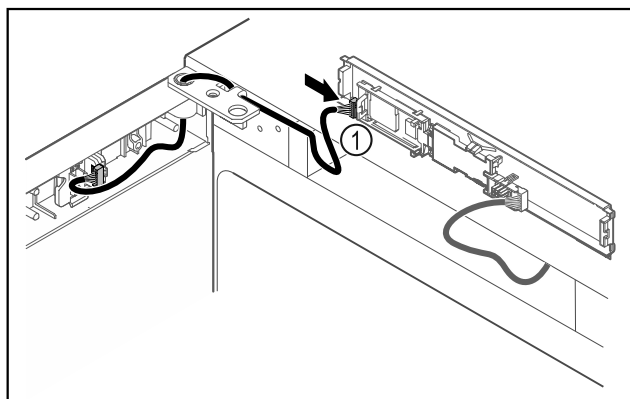

Fig. 35
- Stekker Fig. 35 (1) in printplaat steken.